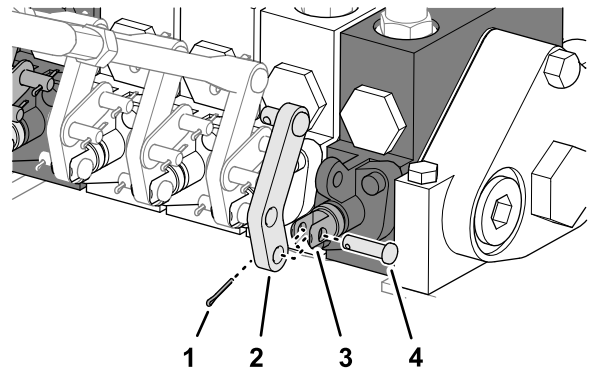

Figure 20
1. Alignez le trou du levier de commande et les trous dans la fourche de la vanne de commande de l'unité de coupe 6 (Figure 20).
2. Fixez le levier sur la fourche à l'aide de l'axe de chape et de la goupille fendue (Figure 20).